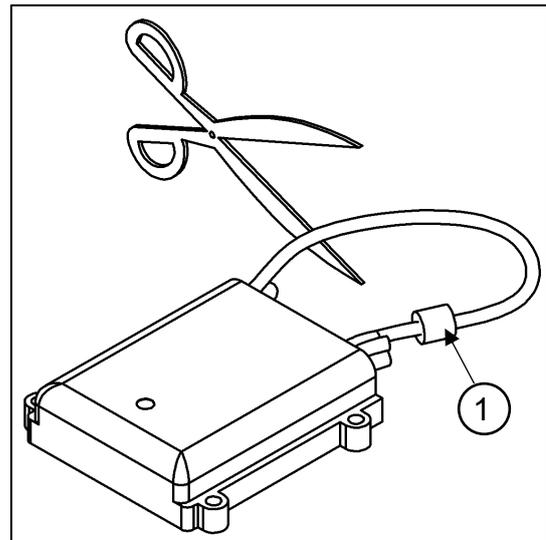

Fig. 21
- Corte el cable de la unidad de control (1, cintillo rojo) para conectar el control de mano (ver Fig. 21) Deje el extremo sin cintillo sin conectar.